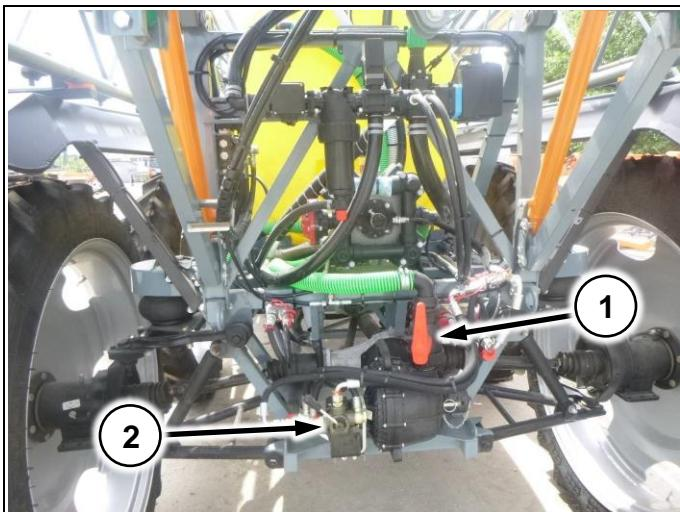

Рис. 129
1. Подсоедините шланг от заправщика к заправочному крану 2" и откройте кран (Рис. 129/1)
2. Переключите гидrorаспределитель (Рис. 129/2)
6. Выключите помпу, закройте кран, отсоедините заправочный шланг, переключите гидrorаспределитель (Рис. 129/2)